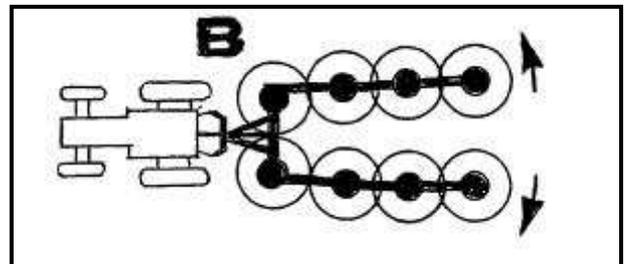

Abbildung 14
3. Weiterhin Joystick in Pos. B bringen. Kreisel schwenkt in Arbeitsstellung (Abb. 14, B).